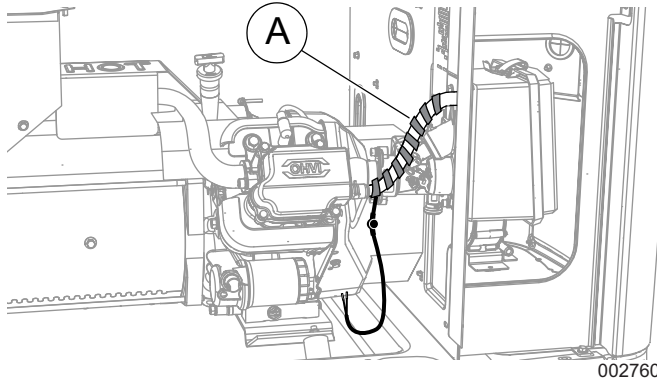

Figure 3. Enrobage du tuyau du reniflard (modèles de 9 kW)
1. Voir la Figure 3. Enroulez le chauffe-reniflard (A) autour du tuyau du reniflard, uniformément espacé comme illustré, avec les fils de raccordement qui se trouvent au bas. Enrobez le chauffe-reniflard et le tuyau d'un ruban de caoutchouc silicone (fourni) pour fixer le tout.